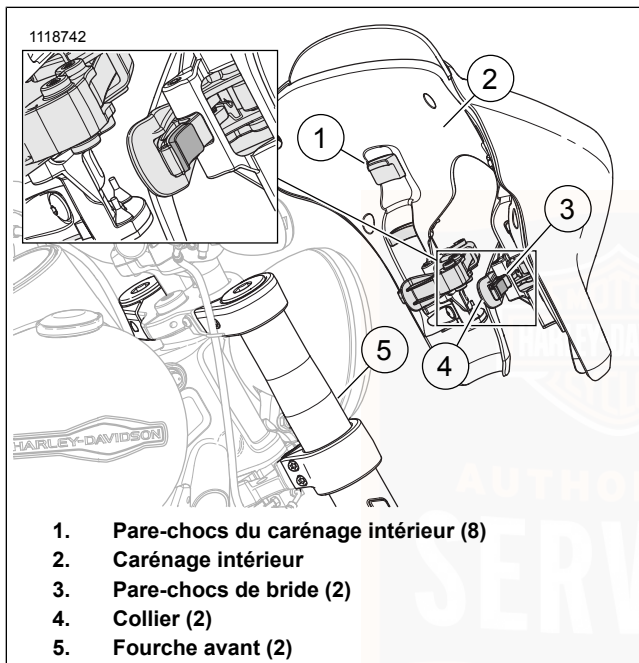

Figure 42. Brides de carénage
1. Voir Figure 42. Inspecter le carénage.
- a. S'assurer que les pare-chocs de carénage intérieur (1) et les colliers de pare-chocs (3) sont en place, propres et en bon état.
- b. Ouvrir et fermer les brides (4) pour vérifier qu'elles sont fonctionnelles.